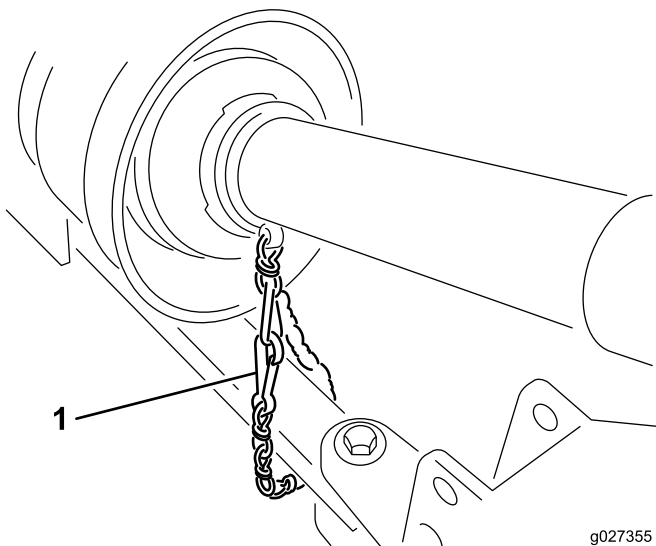

Bild 8
5. Befestigen Sie die Sicherheitskette des Schutzblechs am Traktor (Bild 8).